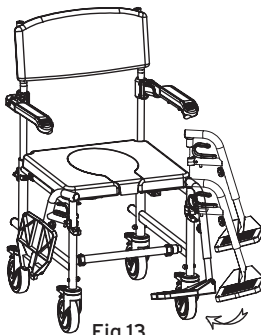

Fig.13
- Aggiungere le pedane lateralmente, poi ruotarle avanti fino a che non si bloccano (Fig.13);